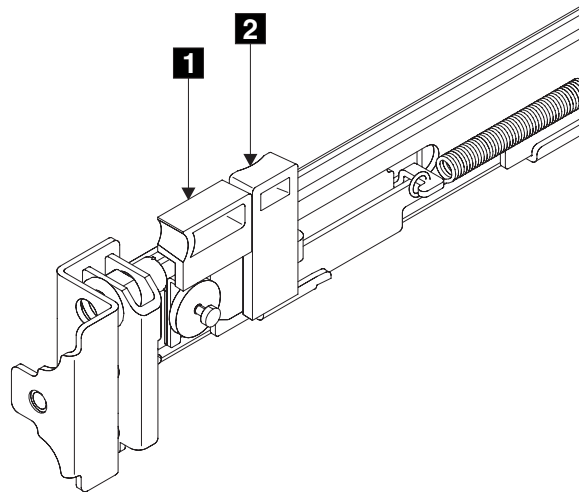

図 63. ラッチ・ロック・キャリアを引っ込める
2. ラッチ・レバー **1** (図 63) の側面に人指し指を置き、親指をラッチ・ロック